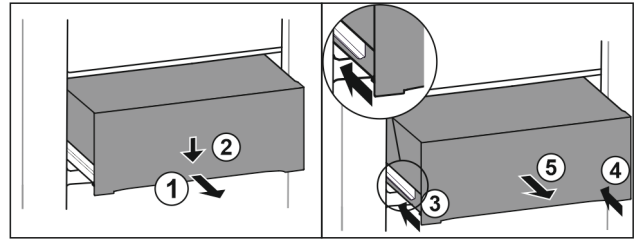

Fig. 112
- ▶ 将抽屉拉出一半。 Fig. 112 (1)
- ▶ 朝下按压正面的抽屉。 Fig. 112 (2)
- ▶ 将左侧轨道推入大约 2 cm。 Fig. 112 (3)
- ▶ 将右侧轨道推入大约 2 cm。 Fig. 112 (4)
- ▶ 朝前取出抽屉。 Fig. 112 (5)